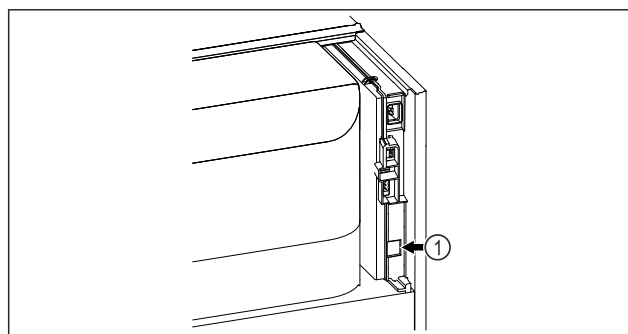

Fig. 61
- ▣ Założono SmartModule Fig. 61 (1).